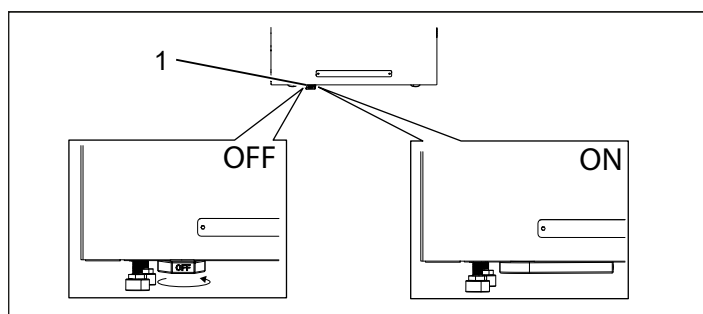

Fig. 21 ON / OFF
2. Slå på brytaren längst ned på aggregatet, se fig 21.